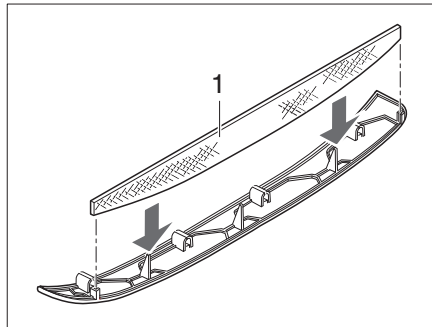
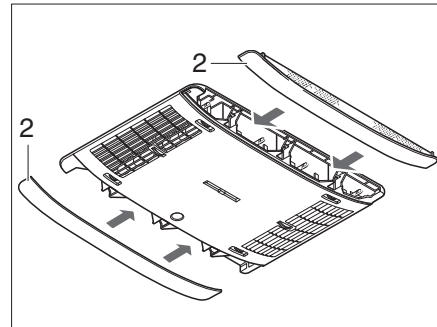

Fig. 377 Filtro de pelusas de la instalación de aire acondicionado
Fig. 378 Paneles de instalación de aire acondicionado
En los paneles laterales (Fig. 378,2) hay dos filtro de pelusas. Los filtros de pelusas deben ser limpiados a intervalos regulares, pero por lo menos cada 6 meses, y reemplazados en caso necesario.
- Sacar los paneles (Fig. 378,2) del distribuidor de aire y limpiar los filtro de pelusas (Fig. 377,1) o reemplazarlos si es necesario.